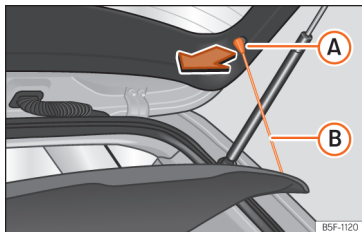

Abb. 137 Im Gepäckraum: Gepäckraumabdeckung aus- und einbauen.
- Hängen Sie die Haltebänder »» Abb. 137 (B) aus den Aufnahmen (A) aus.
- Hängen Sie die Haltebänder »» Abb. 137 (B) an der Heckklappe ein.